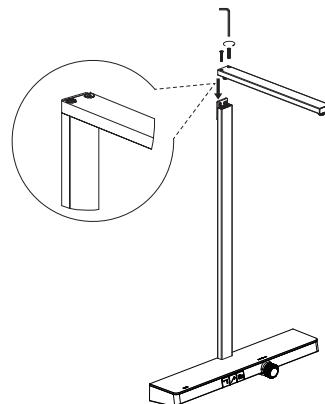

Abbildung 2
e) Das Armrohr montieren und mit dem Inbusschlüssel sichern (Abbildung 2).